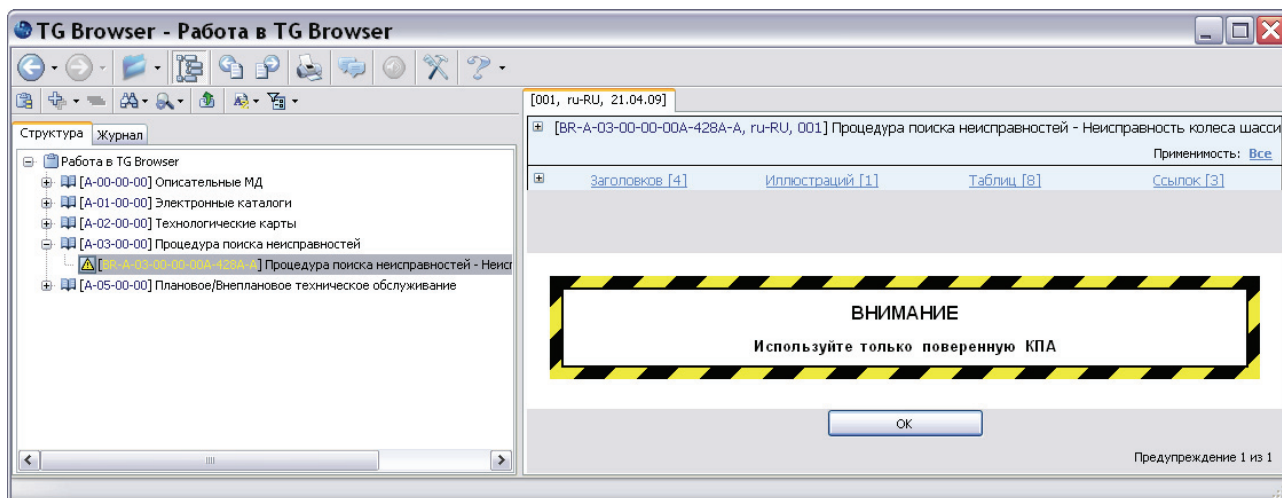

Рис. 3.84
2. На вкладке **Структура** в папке «Процедура поиска неисправностей» выделите МД «[BR-A-03-00-00-00A-428A-A] Процедура поиска неисправностей - Неисправность колеса шасси». В правом окне появится сообщение с предупреждениями, введенными в предварительных требованиях (или со всеми, в зависимости от настроек) (Рис. 3.84).